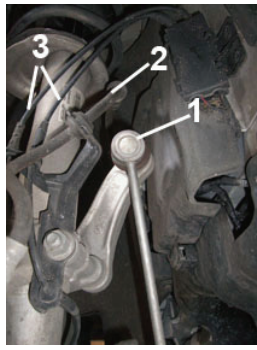
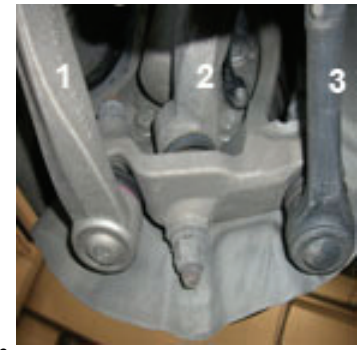

Fig. 2:
Fig. 3:
- **Fig. 2** Bremsenverschleiß-Sensorkabel (3) und Bremsschlauch (2) aus der Halterung clippen.
- Koppelstange (1) oben abschrauben.
- **Fig. 3** Spurstange (3), Querlenker (1) und Zugstrebe (2) vom Radträger abbauen.
- **Fig. 2** Unclip brake wear sensor cable (3) and brake hose (2) from mount.
- Unscrew coupling rod (1) above.
- **Fig. 3** Disconnect tie rod (1) and tension strut (2) from the wheel carrier.
- **Fig. 2** Dévisser le haut de la bielle de connexion.
- **Fig. 3** Démonter la barre d'accouplement (3), le bras transversal (1) et le tirant (2) du support de roue.
- **Fig. 2** Desatornillar la parte superior de la barra de acoplamiento.
- **Fig. 3** Desmontar la barra de dirección (3), el brazo transversal (1) y el tirante diagonal (2) de la rótula.